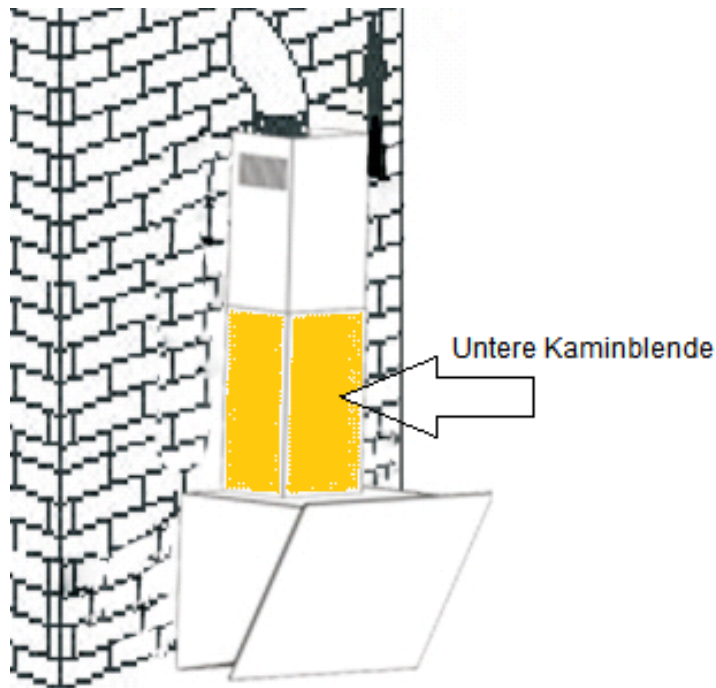
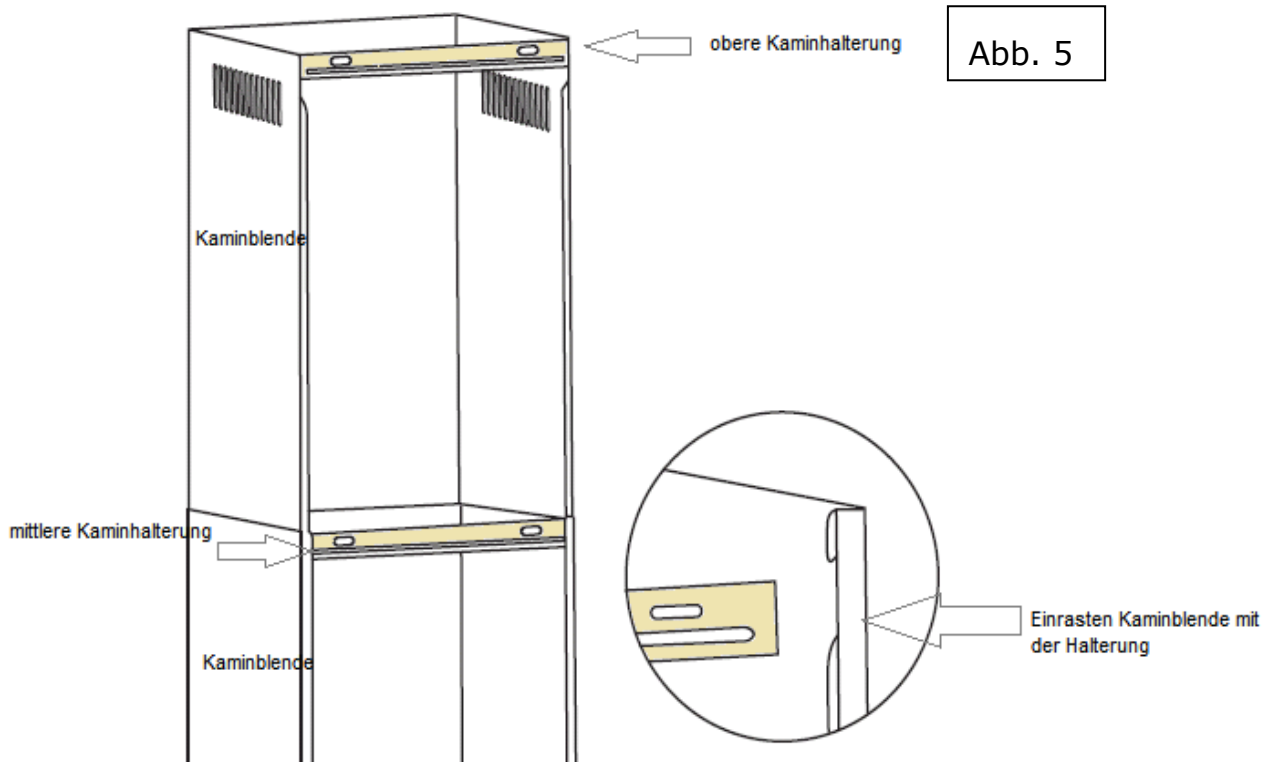

Abb.4
Abb. 5
- Setzen Sie die untere Kaminblende auf die Haube und verbinden die untere Kaminblende mit der mittleren Kaminhalterung welche bereits an der Wand montiert ist (siehe Abb.4 und Abb.5).